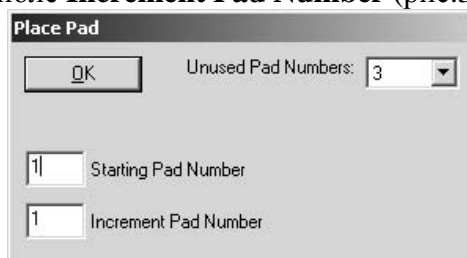

Рис. 3.9.4
- Выполнить команду **Place Pad**. В появившемся окне **Place Pad** ввести 1 в поле **Starting Pad Number** и 1 в поле **Increment Pad Number** (рис.3.9.4).